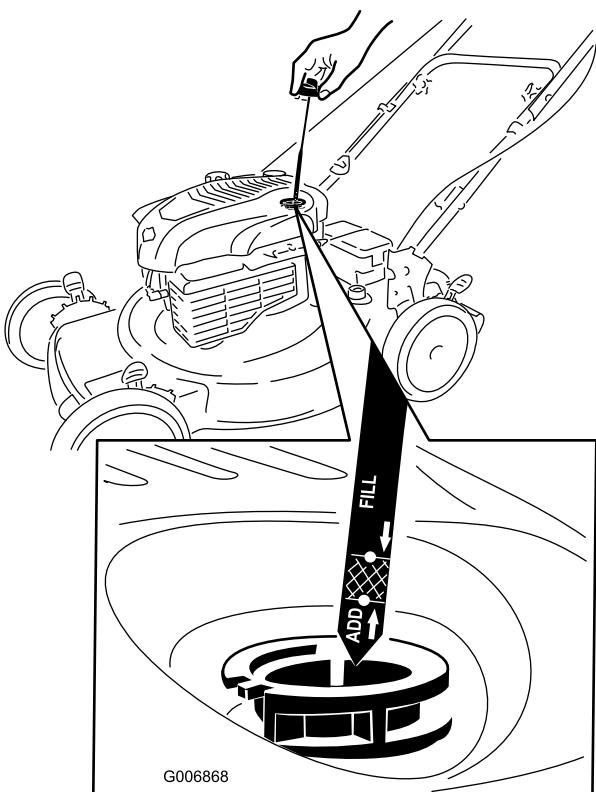

Figura 26
2. Retire la varilla (Figura 26).
- Vierta **lentamente** aceite en el tubo de llenado hasta que el nivel llegue a la marca **Full** (lleno) de la varilla (Figura 26). **No llene demasiado.** (Capacidad máxima: 0,59 l, tipo: SAE 30, aceite detergente con clasificación de servicio API SF, SG, SH, SJ, SL o superior.)